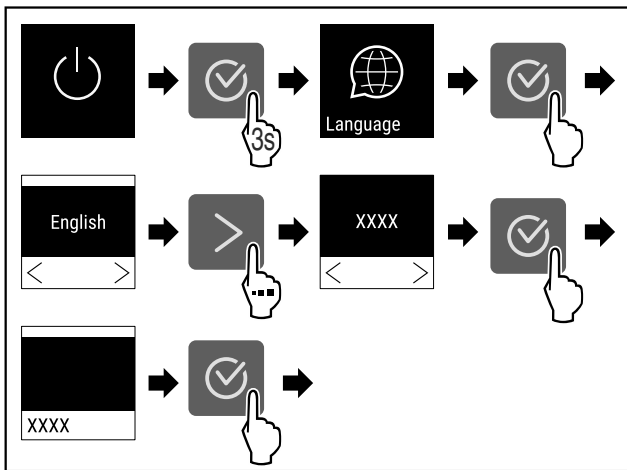

Fig. 55
► Complete steps (see Fig. 55) .